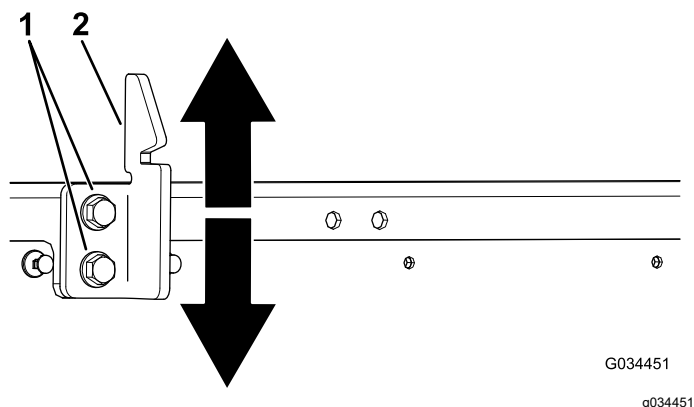

Figure 58
3. Desserrez les 2 boulons sur la gâche du loquet et montez ou descendez la gâche selon qu'elle est trop haute ou trop basse (Figure 58).
4. Serrez les 2 boulons de la gâche du loquet du plateau (Figure 58).